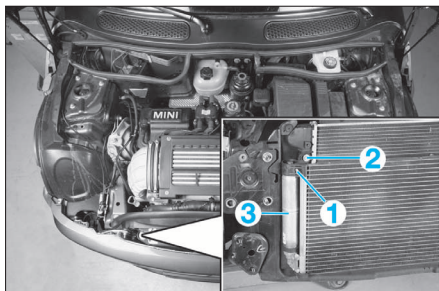

FIG. 43
- Dévisser les vis de fixation (1) puis (2) (Fig.43).
- Déposer la cartouche déshydratante (3) par le dessus du véhicule.